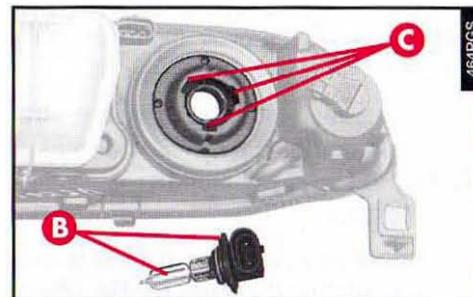

fig. 39
– Remplacer le groupe ampoule-porte-lampe (**B-fig. 39**) en faisant coïncider les encoches du porte-lampe avec les rainures correspondantes (**C**) sur le corps du groupe optique.
– Remonter le porte-lampe (**B-fig. 39**) en le pressant et en le tournant dans le sens contraire des aiguilles.